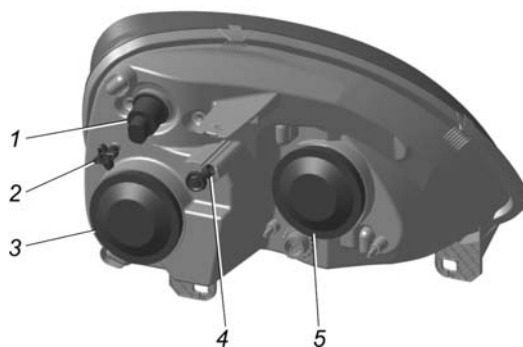

Рис. 8.3. Блок-фара:
**Головные фары.** Для замены ламп ближнего света и габаритного огня в блок-фаре необходимо снять резиновую крышку 3 (рис. 8.3).
- отрегулировать световые пучки ручками 2 (рис. 8.3) и через гнездо 4 поочередно для каждой фары.